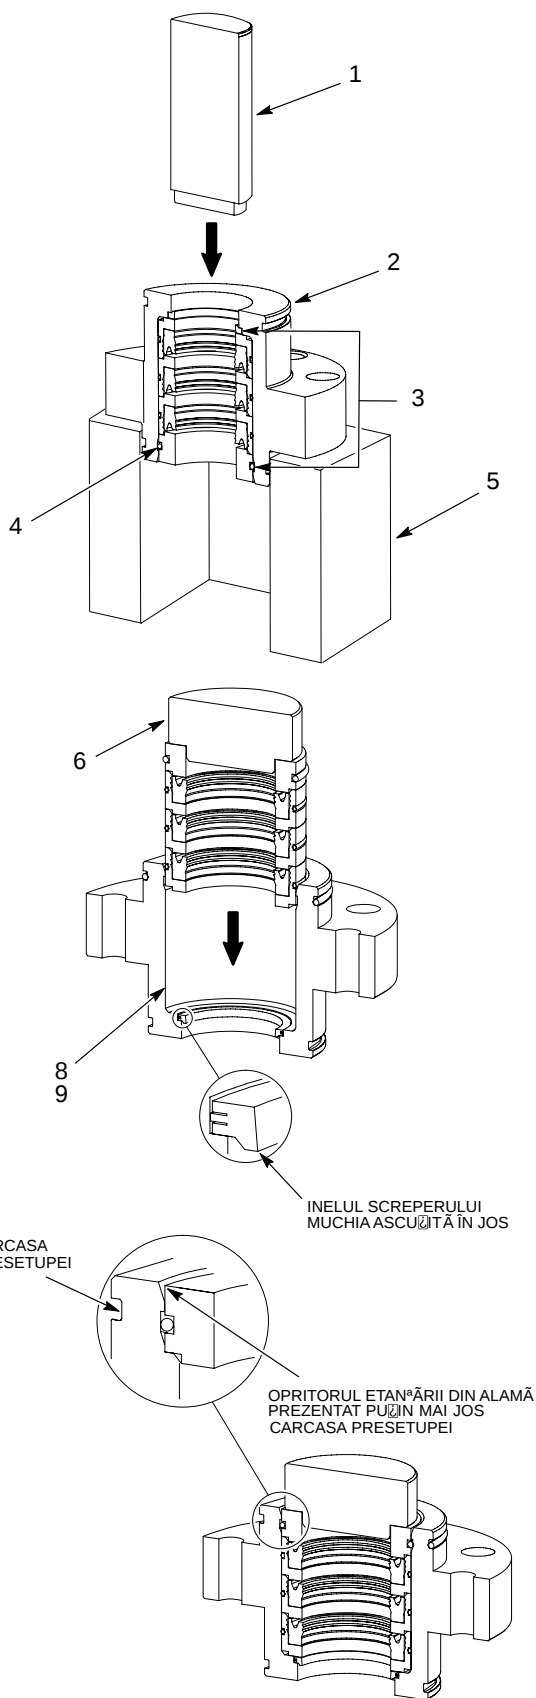

Figura 2 Înlocuirea pieselor interioare ale presetupei
1. A se vedea Figura 2. Așezați carcasa presetupei (2) pe un dispozitiv de fixare (5) cu capătul cupei de solvent orientat în sus.